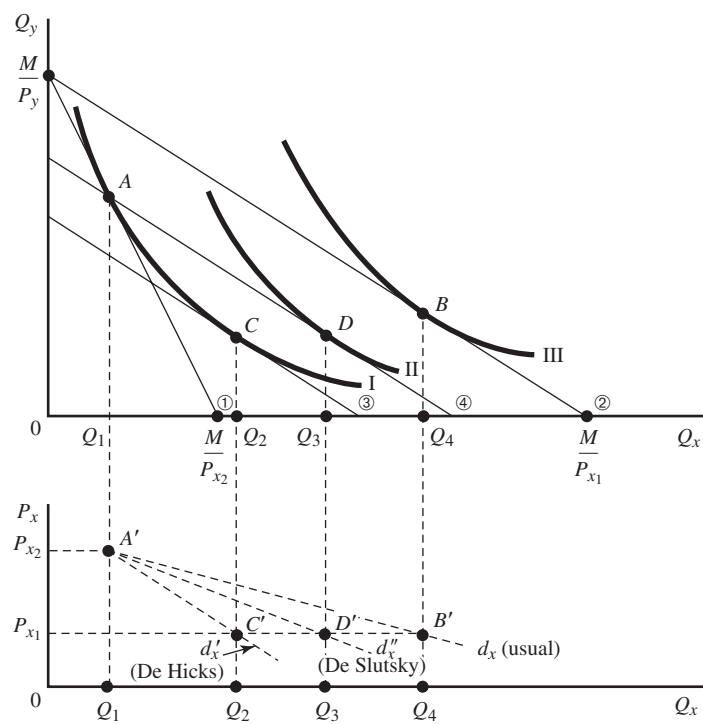

Figura E-6
- *5. De acuerdo con Hicks, en la parte superior de la figura E-6, el ingreso real se mantiene constante desplazando la línea del presupuesto 2 en forma descendente y paralela a sí misma (línea del presupuesto 3) hasta que es tangente a la curva de indiferencia original I en el punto C. El movimiento de A a C (Q_1 Q_2) es el efecto Hicks de la sustitución que se muestra en la curva de la demanda de Hicks en la parte inferior. Así, Q_2 Q_4 es el efecto Hicks del ingreso. En la parte superior, según Slutsky el ingreso real se mantiene constante rotando la línea del presupuesto 1 sobre el punto A hasta que es paralela a la del presupuesto 2. Así se obtiene la línea del presupuesto 4, que es tangente a la curva de indiferencia II en el punto D. El movimiento de A a D (Q_1 Q_3) es el efecto Slutsky de la sustitución que se muestra sobre la curva de la demanda de Slutsky en la parte inferior. Por tanto, Q_3 Q_4 es el efecto Slutsky del ingreso. El método de Slutsky constituye una mejor medida del efecto de la sustitución debido a que, así como con el efecto del ingreso, coloca al consumidor sobre una curva de indiferencia más alta, y porque se puede obtener a partir de los precios y de las cantidades observados sin necesidad de conocer la forma exacta de la curva de indiferencia.